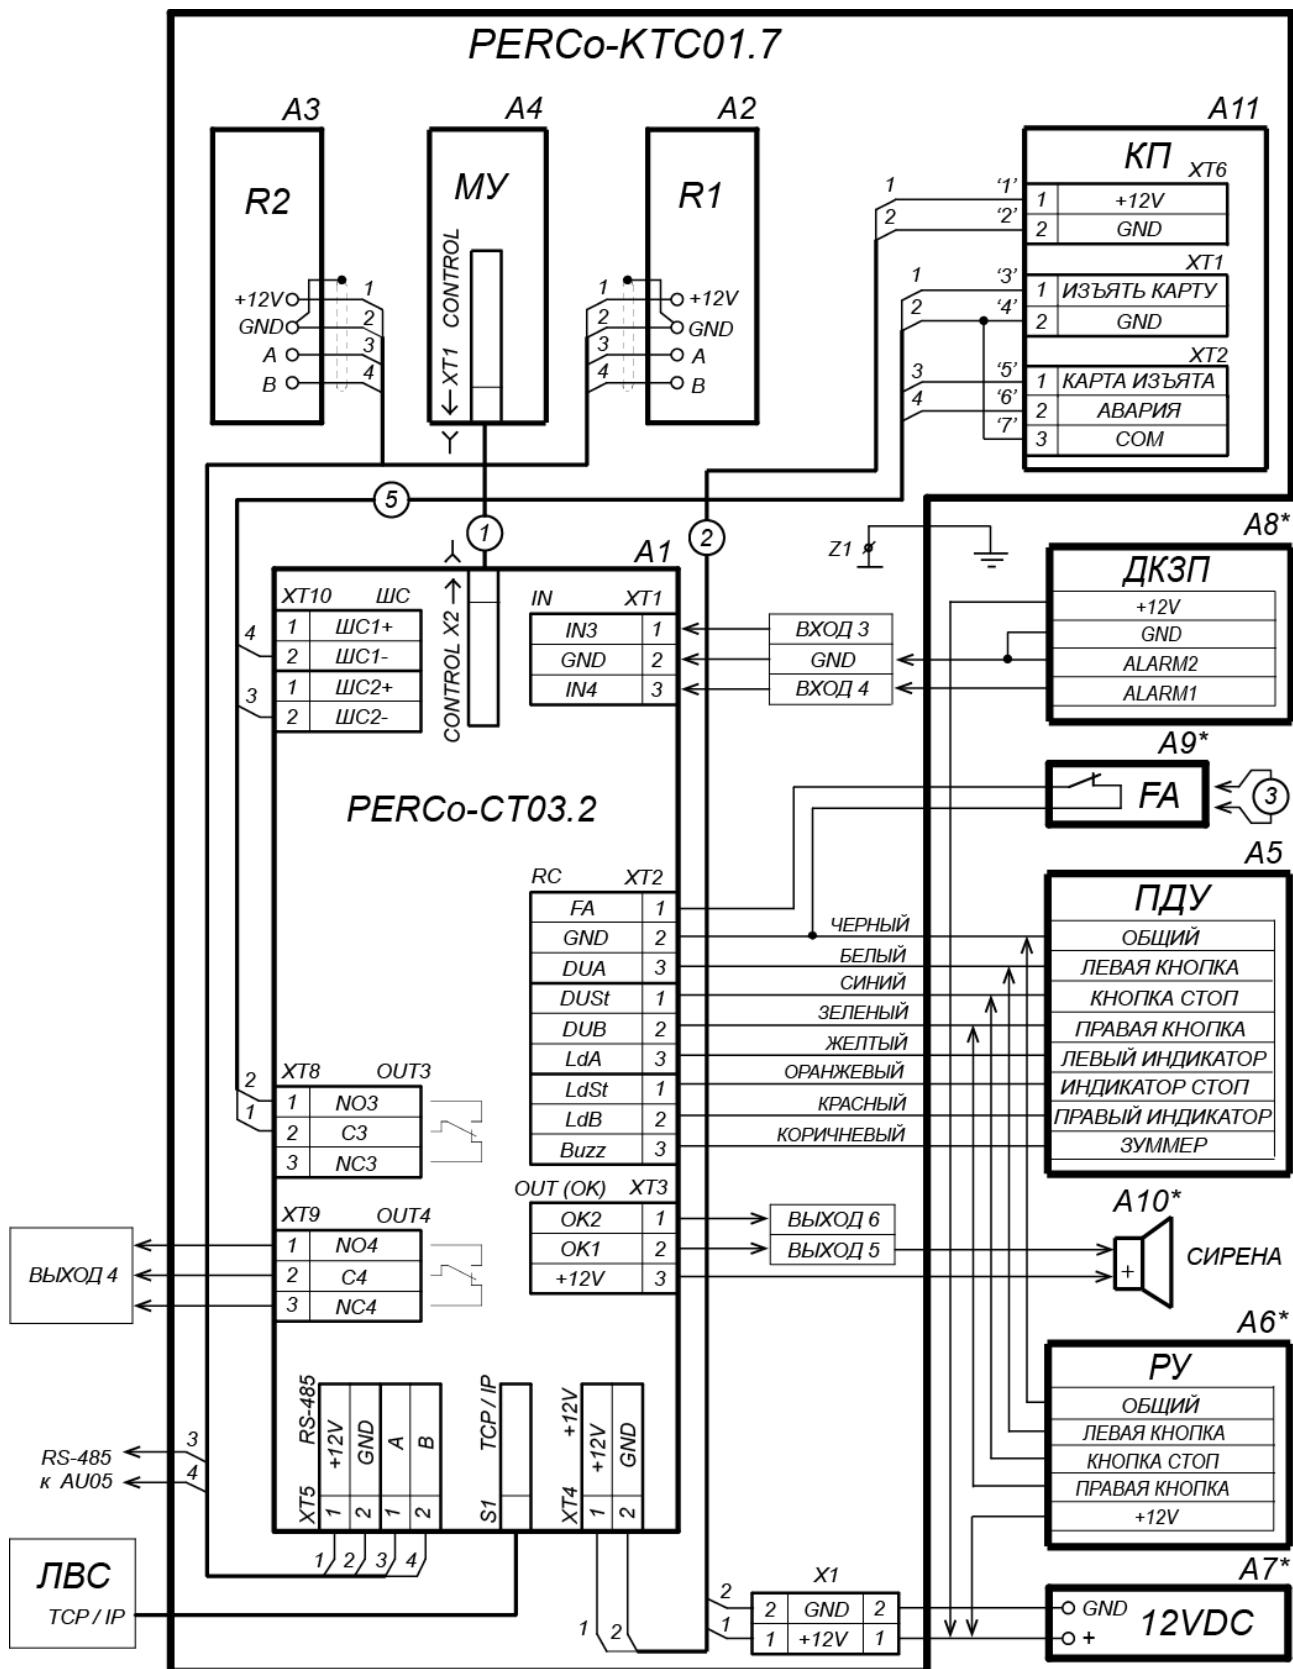

Рисунок 13. Схема подключения ЭП и дополнительного оборудования
Расположение клеммных колодок на нижней плате контроллера ЭП показано на рис. 5, назначение контактов клеммных колодок указано в табл. 1. Схема подключения приведена на рис. 13. Используемые при подключении типы кабелей указаны в табл. 4. При монтаже ЭП придерживайтесь следующей последовательности действий:
11. Подключите кабель питания (15) к выносной клеммной колодке **X1** на плате контроллера ЭП согласно схеме, приведенной на рис. 13.
12. Подключите кабель (13) ПДУ (12) к клеммной колодке **XT2** на плате контроллера ЭП согласно схеме, приведенной на рис. 13.
13. Подключите при необходимости кабели от других устройств к соответствующим клеммным колодкам платы контроллера ЭП согласно схеме (см. рис. 13).
- позиционные обозначения А1-А4 и Z1 – указаны на рис. 13
10. Подсоедините кабель картоприемника к плате управления картоприемника согласно схеме на рис. 13 и рис. 6.
11. На разъеме **XT2** контроллера ЭП отключите от клеммы *DUA* провод от картоприемника с маркировкой «5» (выход картоприемника «Карта изъята») и подключите его к клемме *DUB* (см. рис. 13).
12. Установите и закрепите торцевые крышки (9) в порядке, обратном снятию.
13. Установите в рабочее положение контейнер картоприемника со стороны механизма картоприемника, а заглушку (10) – с противоположной стороны.
14. Установите крышку (3) в рабочее положение (см. разд. 6).